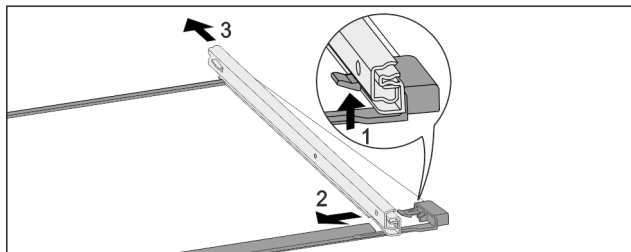

Fig. 241 Skleněná deska s kolejničkami
- ▶ Přední aretační háček zatlačte nahoru. Fig. 241 (1)
- ▶ Výsuvnou kolejničku vysuňte stranou Fig. 241 (2) a dozadu Fig. 241 (3).